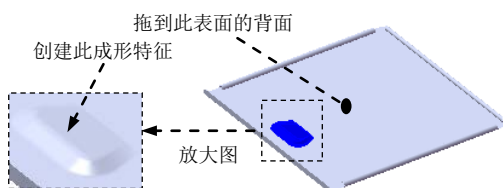

图 17.11.46 创建成形特征 1
(1) 选择命令。选择下拉菜单 **插入(I)** → **钣金(B)** →  **断裂边角(B)...** 命令(或在工具栏中选择  **断开边角/边角剪裁** 命令)。
(2) 定义折断边角选项。选取边角所对应的两条边线。在 **折断类型:** 文本框中单击  按钮，在  文本框中输入折弯半径 5.0。
(3) 单击  按钮，完成断开一边角 1 的创建。
Step13. 创建图 17.11.46 所示的成形特征 1。
(1) 单击任务窗格中的“设计库”按钮 ，打开“设计库”对话框。
(2) 单击“设计库”对话框中的  ch17 节点，在设计库下部的列表框中选择“case_shaped_tool_09”文件并拖动到图 17.11.46 所示的平面，在系统弹出的“成形工具特征”对话框中单击  按钮。